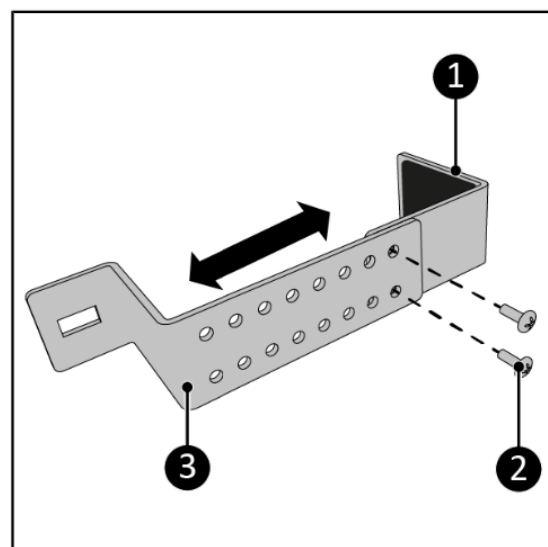

Figura 24.
3. Înșurubați partea superioară(**12**)(Figura 24, articolul 1) și partea inferioară(**11**)(Figura 24, articolul 2) folosind două șuruburi M5 x 7 mm (Figura 24, articolul 3). Asigurați-vă că lățimea este puțin mai mare decât lățimea ramei ferestrei.